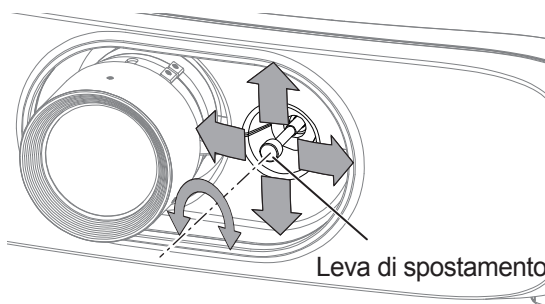

Fig. 1
- 3) **Regolare lo spostamento dell'obiettivo. (Fig. 1)**